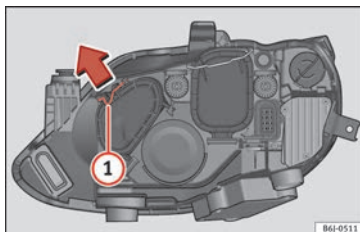

Fig. 88 Phare double.
- Déplacez le tirant **1** dans le sens de la flèche puis retirez le cache » fig. 88.